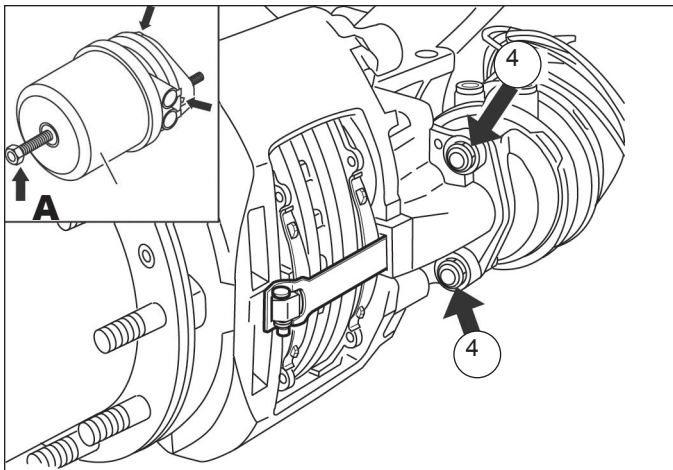

Figura 3: descarga y extracción del muelle actuador
1. Con el vehículo en una superficie nivelada y las ruedas correctamente bloqueadas, aplique aire para descargar los muelles del freno (frenos de parada) utilizando la válvula de control de aire montada en el tablero. Retire el perno de liberación (*Consulte la figura 3, flecha "A"*), utilizando un par de torsión máximo de 26 lbf-ft (35 Nm) para descargar la fuerza del muelle liberada por el aire en la varilla de empuje.
2. Libere el aire de las cámaras de los frenos de muelle utilizando la válvula de control de aire montada en el tablero. Mientras sostiene la cámara en posición, retire y deseche las tuercas de montaje de la cámara del freno (elemento 4) (*Consulte la figura 3*). Marque la orientación de la cámara con respecto al soporte de montaje para la reinstalación. Retire la cámara del freno de muelle. Si es necesario desconectar las mangueras de aire de la cámara, con toda la presión de aire drenada del sistema, marque las mangueras para la reconexión y luego desconecte las mangueras de la cámara.
2. Coloque la cámara del freno de muelle en la misma orientación en la que fue retirada. Asegure la cámara con las tuercas de montaje de la cámara de freno de muelle (elemento 4). Consulte la figura 3. Ajuste alternativamente ambas tuercas paso a paso hasta un par de torsión final de 133 ± 7 lbf-ft (180 ± 10 Nm). **No reutilice las tuercas que fueron retiradas durante el desmontaje.**